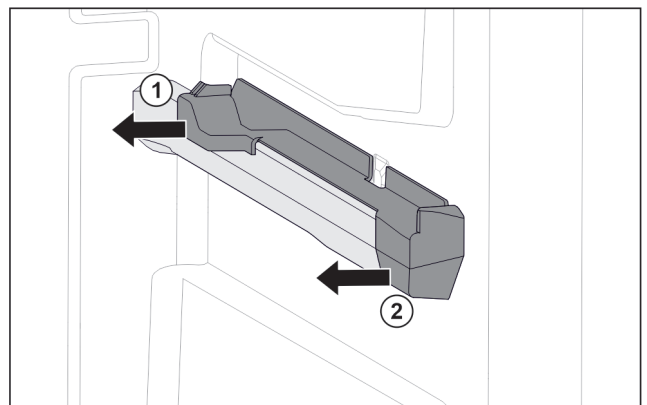

Fig. 97 Elemento inseribile sulla nervatura destra del contenitore
- Estrarre l'elemento inseribile dal lato posteriore di lato. Fig. 97 (1)
- Estrarre l'elemento inseribile dal lato anteriore di lato. Fig. 97 (2)